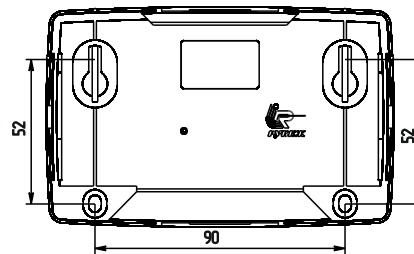

Рисунок 6
- б) при установке на стену (см. рисунок 6):